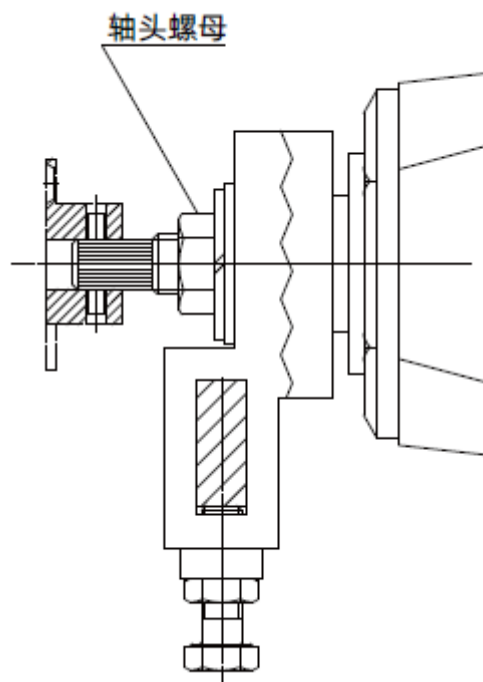

图 9 平衡杆安装
6.3.4 将平衡杆(机构)装入牙嵌结合子的方孔内，旋紧顶丝固定平衡杆，松开轴头螺母，调整牙嵌结合子使平衡杆与球杆在同一平面内，将轴头螺母旋紧，移动平衡锤的位置，调至平衡的最佳状态，固定平衡锤。对不同密度的液体，由于浮球所受的浮力不同，可通过调整平衡锤在平衡杆上的位置，来达到测量目的，如图 9 所示。